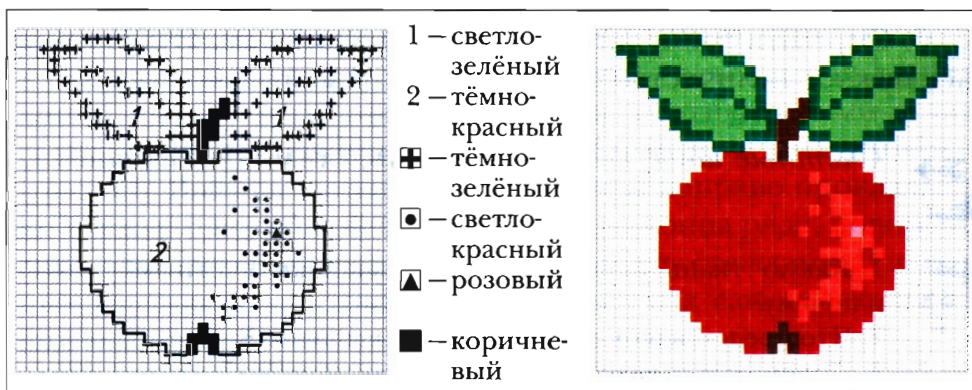

Рис. 56. Схема для вышивки
*Схема для вышивки* — это лист бумаги в клетку, на который с помощью условных значков или цвета нанесён рисунок (рис. 56).